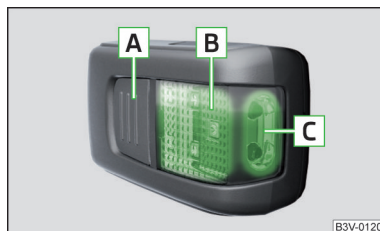

Fig. 152
Description de la lampe » fig. 152
- Pour **allumer** la lampe sortie, appuyez sur la touche **A** drücken » fig. 152. La **désactivation** de l'airbag est indiquée par le voyant.
Si vous n'éteignez pas la lampe et que celle-ci est correctement insérée dans son support, les diodes LED dans la partie avant **C** » fig. 152 de la lampe s'éteignent automatiquement.